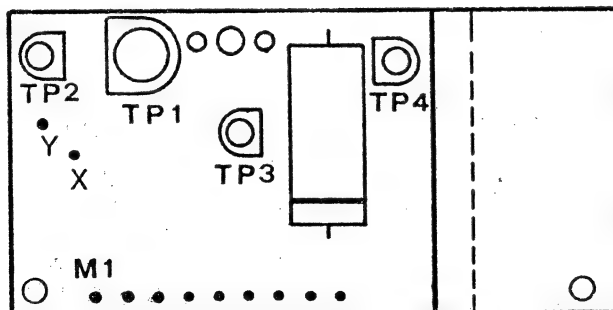

BILD 5
5. Eingestellt wird diese Dreiecksspannung mit TP 4. (Bild 5)
Balken gelten für 33 1/3, die unteren für 45 Umdrehungen.) Wenn das nicht der Fall ist, stellen Sie die richtige Tourenzahl mit dem TP 3 ein. (Bild 5)